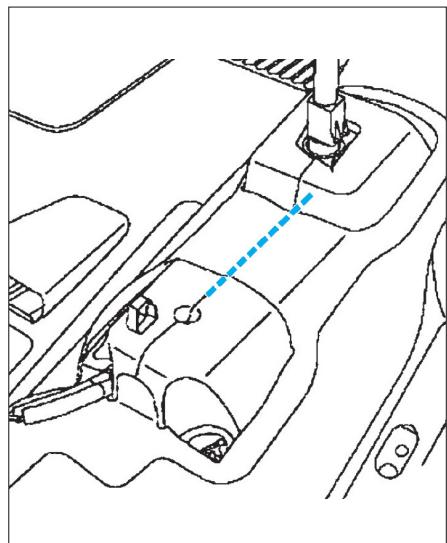

FIG. 11
- tirer la goupille en (B).
- dégager le câble de l'arrêt de gaine en le tirant vers le haut (C).
• Découper la moquette entre le calculateur d'airbag et le boîtier de commande et de sélection des vitesses (Fig.11).